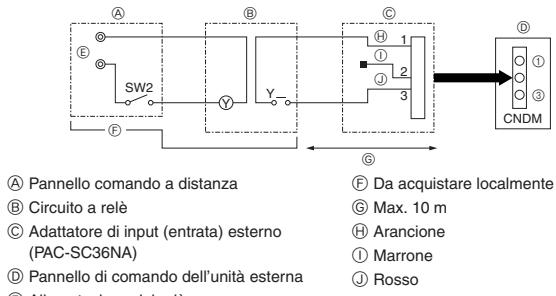

Fig. 9-2
9.2. Funzione di consumo (modifica in loco) (Fig. 9-2)